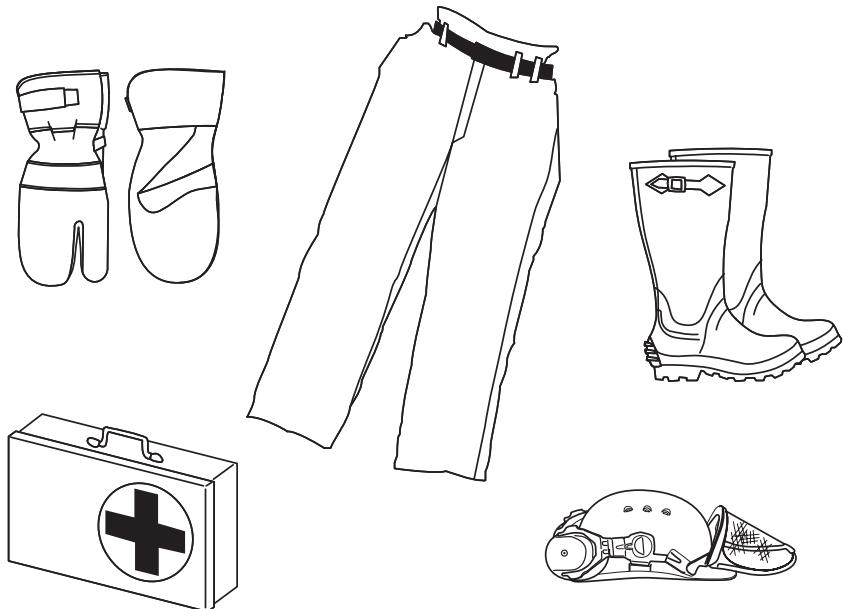

Рисунок 1 — Защитная одежда и специальные перчатки, специальная обувь, защитный шлем с очками, необходимы для безопасной работы с цепной пилой
- Одевайтесь так (см. рис. 1), чтобы сделать Вашу работу безопасной. Не надевайте украшений и свободной одежды, которые могут быть захвачены движущимися частями цепной пилы.